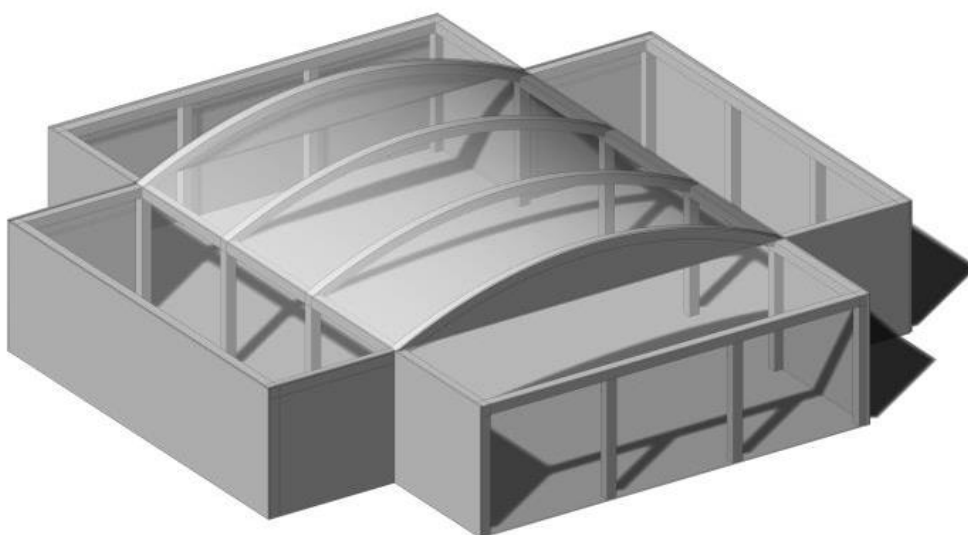
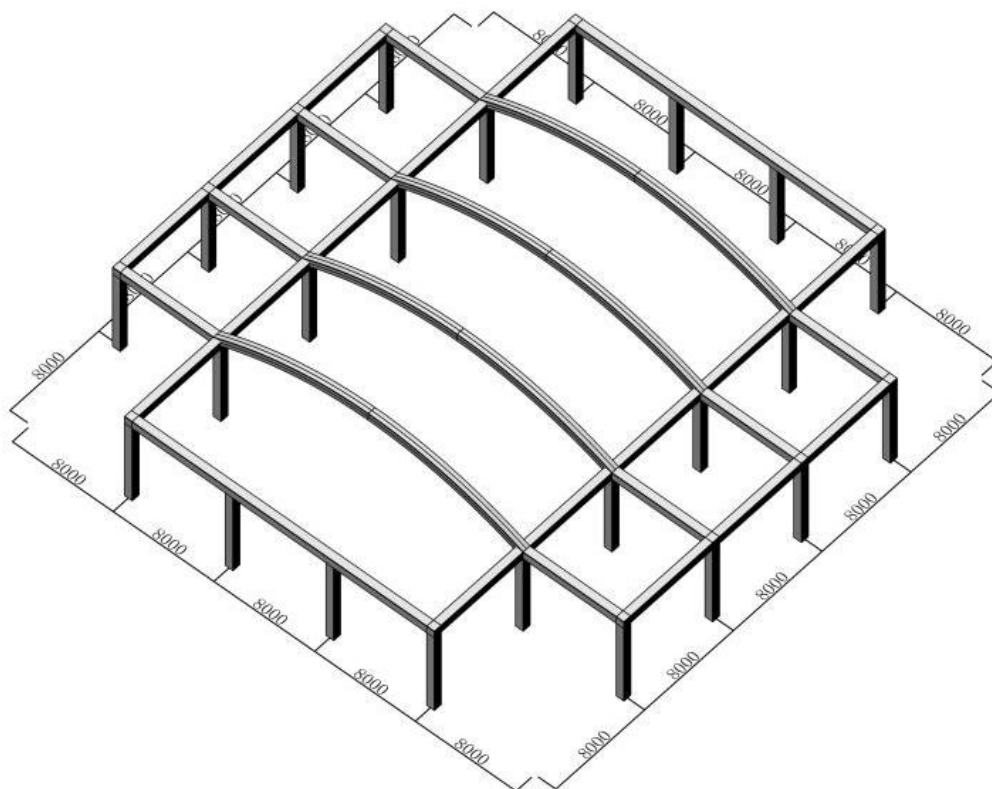

图 3 建筑方案设计示意图
图 4 抽象出的结构方案示意图
选手需根据建筑设计方案按照 1:50 的比例抽象出具体的结构方案，并且结构方案应该满足下述的结构模型要求，示例见图 3 和图 4。
c. 结构模型平面简图:电子版(dwg格式),仅用于净空检查,不作为评分标准。简图以mm为单位,绘图比例1:1,选手需在简图中标注结构外轮廓尺寸以及净空箱投影的位置和面积。以图4结构为例,其结构模型平面简图绘制如下(阴影部分为净空箱):